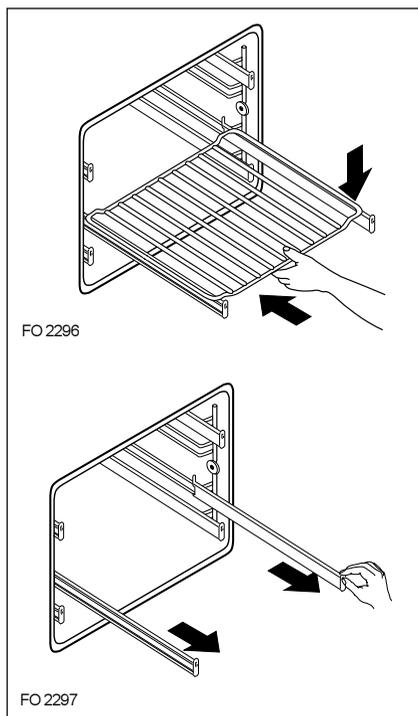

Fig. 3
1. Sortissez les glissières coulissantes droite et gauche (Fig. 3).
2. Posez la grille ou la lechefrite sur les glissières coulissantes, ensuite poussez-les délicatement à l'intérieur du four (Fig. 3).